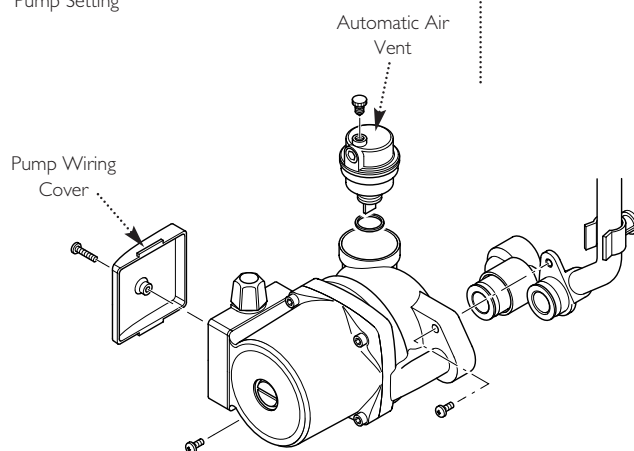

Fig. 73
14.13 Pump - Complete (Fig. 73)
14.14 Automatic Air Vent (Fig. 73)